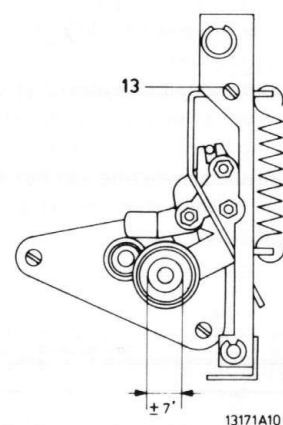

Fig. III-19
- De luchtbel van de libelle moet in oost/west richting binnen de buitenste instelring vallen (zie fig. III-19).